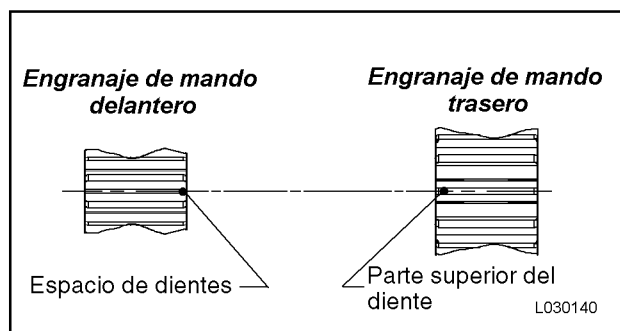

FIGURA 3-16. SINCRONIZACIÓN DE LOS ENGRANAJES DE LA BOMBA
NOTA: Para asegurarse de que la bomba de engranajes esté correctamente sincronizada durante el ensamblaje, haga una marca en el extremo del eje de entrada para indicar la ubicación de la depresión entre dos dientes de engranajes. Consulte la Figura 3-16, la que indica la sincronización del engranaje.
20. Instale el engranaje de transmisión trasero (1) y el engranaje intermedio (13). El engranaje de transmisión trasero debe estar sincronizado con el engranaje de transmisión delantero. Para sincronizarlos, alinee un diente del engranaje de transmisión trasero con la depresión de dos dientes del engranaje de transmisión delantero, como lo indica la Figura 3-16.